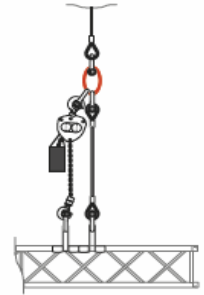

Abb.2
- Nach dem Aufbau- und Einrichtbetrieb ist der Handkettenzug aus der Last zu nehmen („tothängen“) und durch ein geeignetes Anschlagmittel (z. B. Stahlseil) zu ersetzen (siehe Abb. 2).